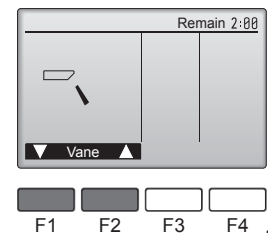

Fig. 8-4
- 2 Натисніть кнопку [ВИБРАТИ] для демонстрації екрану вентилятора, а потім натисніть кнопки [F1] і [F2] для перевірки автоматичного обертання вентилятора. (Fig. 8-4)